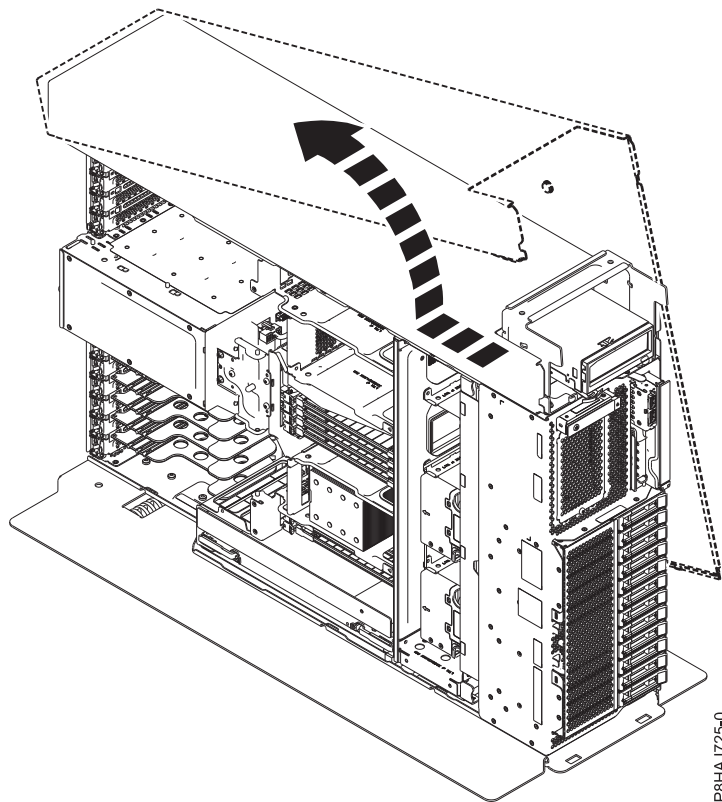

Abbildung 13. Seitenabdeckung bei einem Standalone-System vom Typ 8286-41A ausbauen
5. Schieben Sie die Seitenabdeckung in der in Abb. 13 dargestellten Richtung vom System.